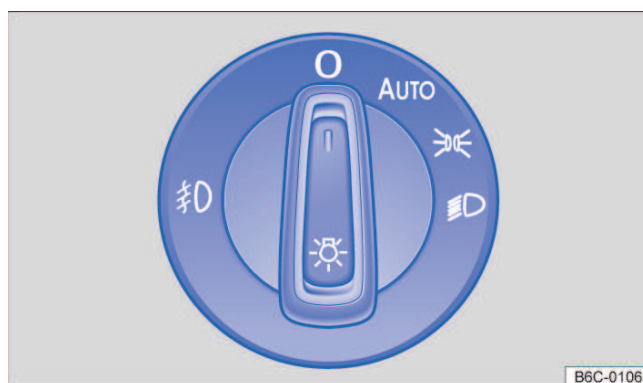

Fig. 74 Ao lado do volante: interruptor de luzes (uma variante).
- **Ligar o farol de neblina** : Puxe o interruptor das luzes para fora → Fig. 74, até a primeira ranhura. A luz de controle  no interruptor de luz se acende na cor verde.